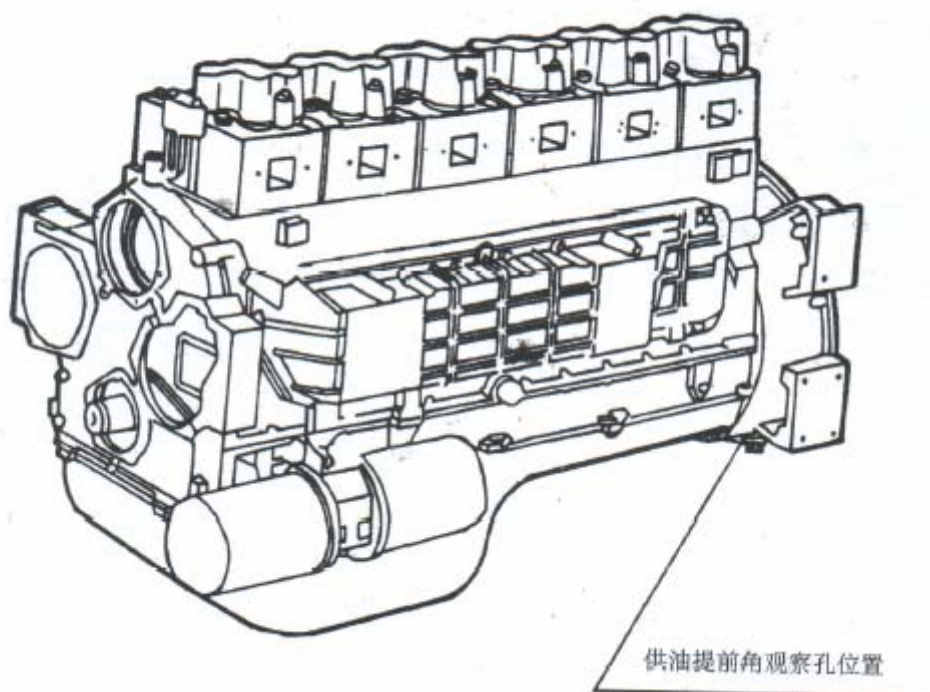

рис.15 Угол опережения подачи топлива исследует положение отверстия
1. При вращении маховика зазубрина ОТ на маховика должна совпадать с зазубриной ОТ окошка нижней части каркаса маховика (после снятия крышки маховика можно это увидеть), первый цилиндр находится в процессе сжатия. В это же время становится очевидным, что цилиндр поршня находится на верхней точке процесса сжатия. (см. положение отверстия на рис. 15)